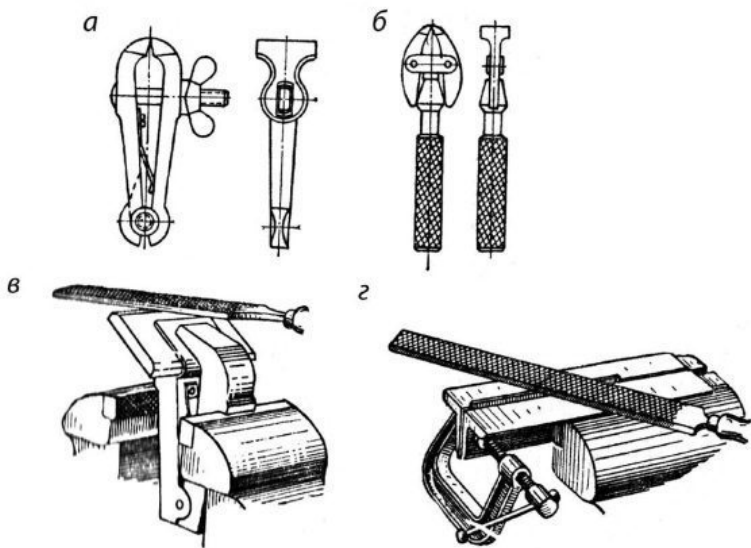

Рис. 5. Закрепление деталей в ручных тисках и струбцинах:
**Ручные тиски** (рис. 5, а) изготавливаются с шириной губок: 36, 40, 50 и 56 мм и раскрытием губок 28, 30, 40, 50 и 55 мм; тип 2 для мелких работ (рис. 5, б) с шириной губок 6, 10 и 16 мм и раскрытием губок 5,5 и 6,5 мм. Иногда форма детали не дает возможности зажать ее в нужном положении, так например, в случае, когда требуется опилить фаску под некоторым углом. В таких случаях применяют **косо-губые тисочки** (рис. 5, в), в которые захватывают деталь и зажимают в губки параллельных тисков. Для удобства одновременной обработки нескольких одинаковых деталей или тонких длинных заготовок применяют специальные струбцины (рис. 5, г).